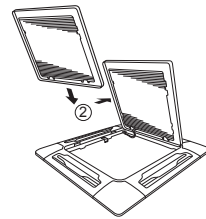

Abb. 7-16
- c) Bei geöffnetem Luftpfeinlassgitter das Gitterscharnier von der Deckenverkleidung abnehmen, indem es in Pfeilrichtung ② geschoben wird. (Abb. 7-16)